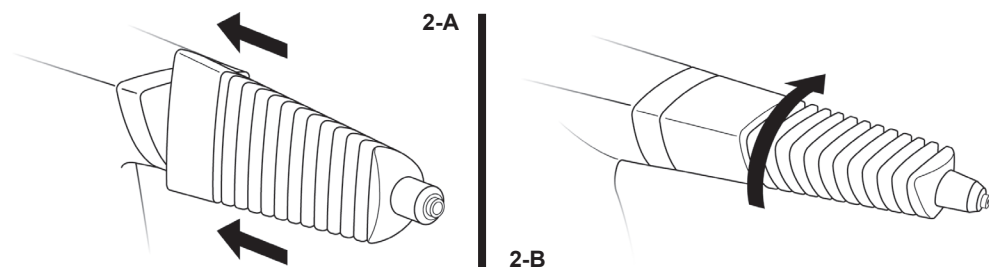

FIGURE 2
2. Faites glisser la Buse directrice sur l'Injecteur à vapeur; les repères-guides doivent s'insérer dans les fentes-guides. Poussez sur la Buse directrice pour la faire glisser le plus loin possible (FIGURE 2-A). Faites tourner la Buse directrice de 90° dans le sens horaire jusqu'à ce qu'il soit impossible de la tourner davantage (FIGURE 2-B).